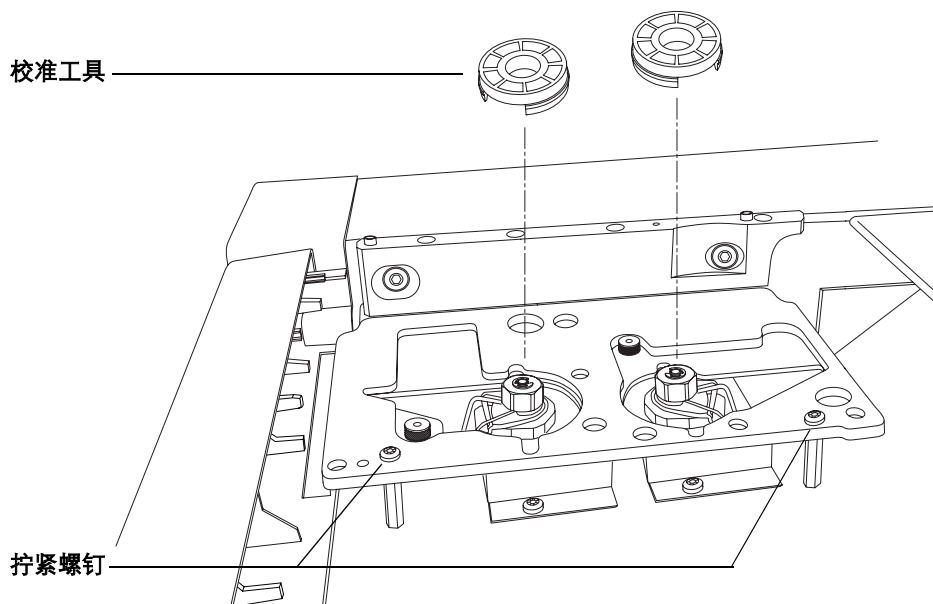

图 6 校准进样器支架
- 7 将塑料校准工具放到 GC 进样口上，蜂窝状的那面朝上。请参阅图 6。移动支架，直到两个校准工具都与支架齐平。